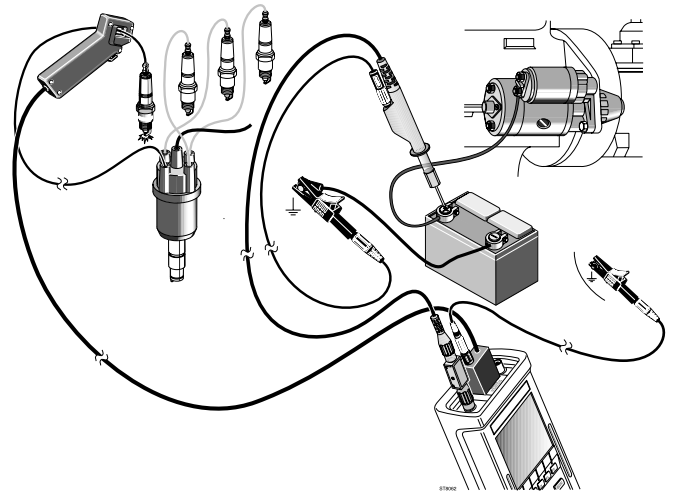

Bild 69, Kompressionsmessung mit Zuordnung
3. Lesen Sie die Anzeige mit den Hilfe-Informationen und Anweisungen zum Anschluß, bevor Sie den Test starten. Sehen Sie die Meßanordnung in Bild 69. Vergessen Sie nicht, den Tiefpaßfilter-Adapter an **INPUT A** anzuschließen. Die Triggerzange an das Zündkabel nahe an der Zündkerze anzuklemmen.